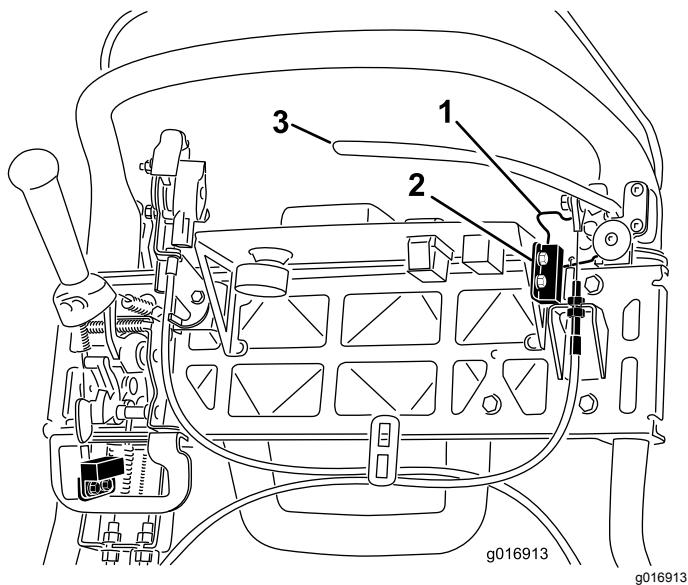

図 43
- インタロックスイッチを固定しているねじをゆるめる図 43。
- 駐車ブレーキのラッチとインタロックスイッチとの間に厚さ 1.6mm のシムをはさむ図 43。